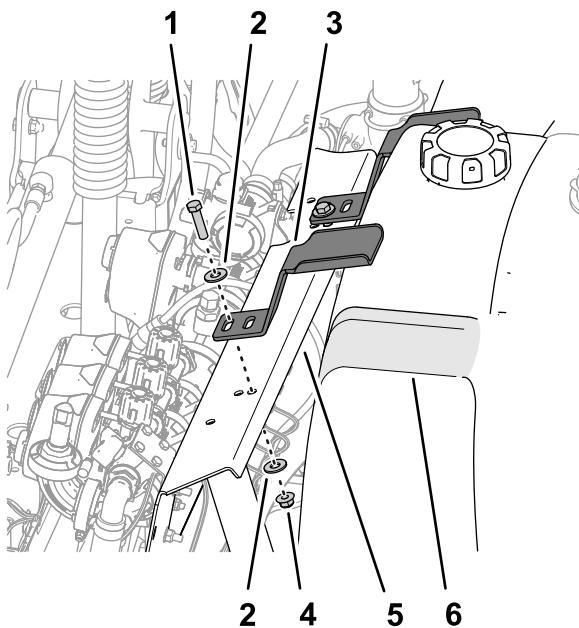

图 14
2. 将压紧装置与冲洗水箱顶部的凹槽对齐图 14。
3. 将压紧装置上的槽与阀门安装架上的孔对齐图 14。
5. 对冲洗水箱中另一凹槽处的另一个压紧装置重复步骤 2 至 4 图 14。